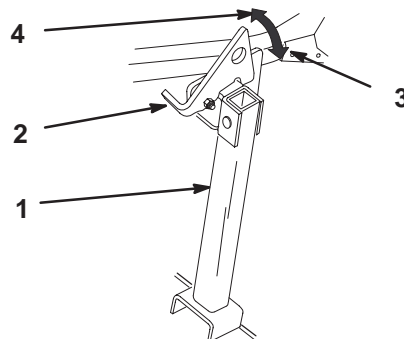

Figure 27
1. Relevez le verrou   la position d verrouill e (Fig. 27).